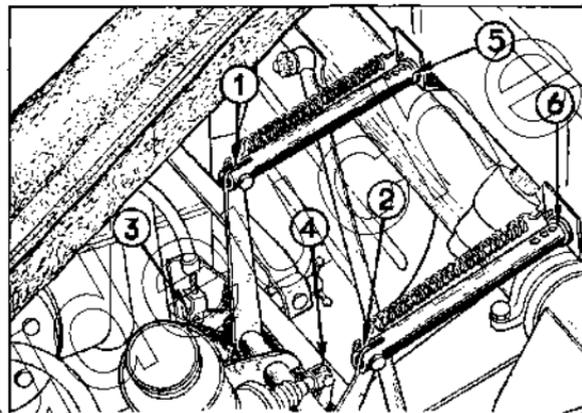

Fig. 21. — GRAISSAGE DES ARTICULATIONS (côté gauche du véhicule)
Graissez aussi les articulations (1). Un peu d'huile moteur en 1, 2, 3 et 4 et sur la partie coulissante des tiges de pédales en 5 et 6 (fig. 21).
(1) Ne graissez jamais la bague d'articulation située en bas du levier de changement de vitesse sous le capot ni les bagues de coulissement de la tige de commande.